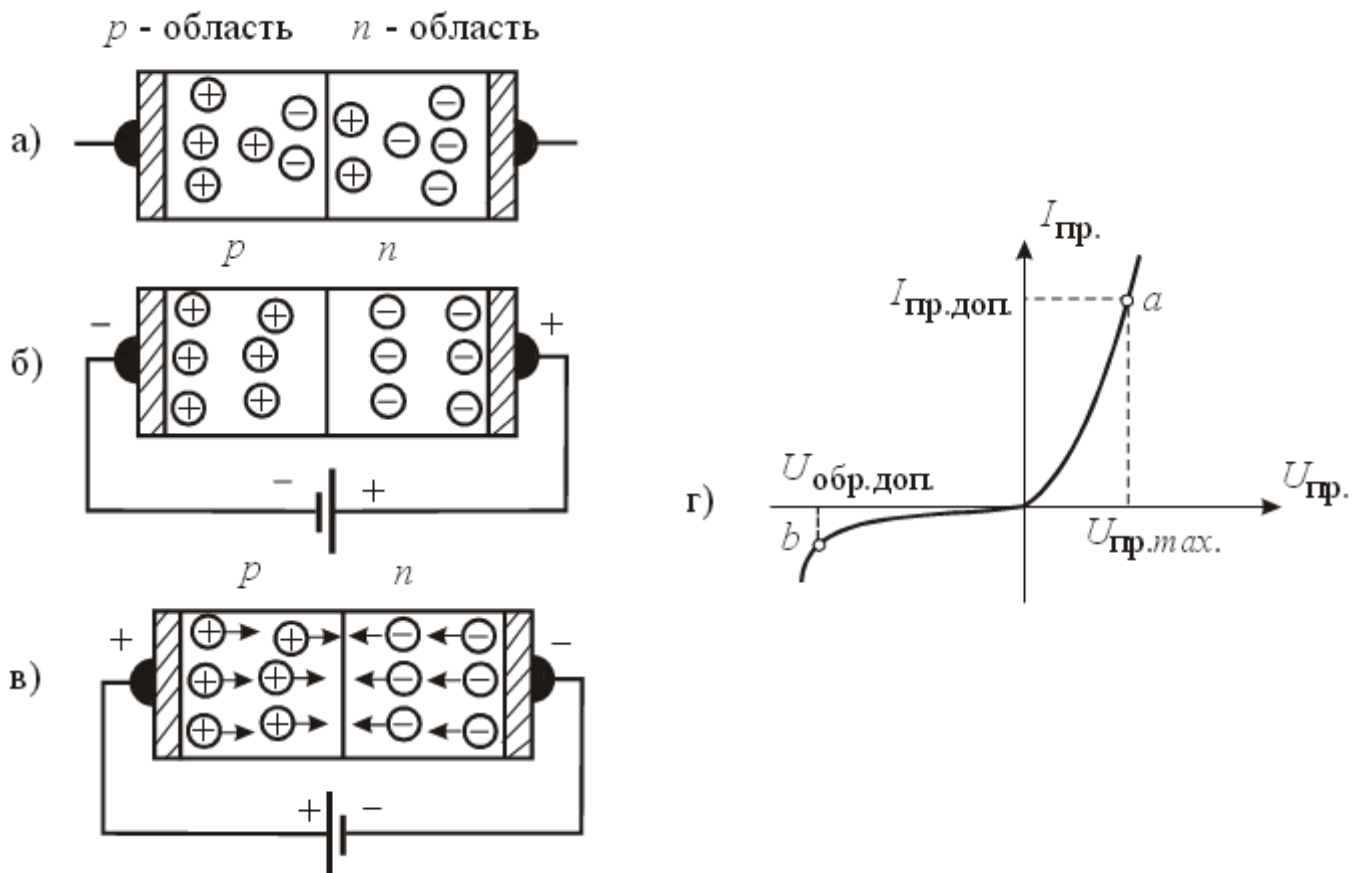

Рис.1.1. Полупроводниковые диоды и их характеристики
**Полупроводниковый диод** представляет собой монокристалл, в котором созданы области различной проводимости: **дырочной** (р-типа) и **электронной** (n-типа). Граница между этими областями называется **р-n переходом** (рис. 1.1.а). Если к кристаллу приложить напряжение так, чтобы к р-области был приложен отрицательный потенциал, а к n-области — положительный, то носители, притягиваясь к разноименным полюсам, создадут около р-n-перехода область, лишенную носителей.
Эта область как бы разрывает цепь, и ток в этой цепи отсутствует. Такая полярность напряжения называется **запирающей** или **обратной** и соответствует закрытому состоянию диода (рис.1.1.б).
друг другу, и происходит переход (инжекция) носителей в «чужую» область. Такая полярность напряжения называется **прямой** или **отпирающей** и соответствует открытому диоду (рис.1.1.в). Типичная вольт-амперная характеристика (ВАХ) полупроводникового диода изображена на рис. 1.1.г. Здесь ветвь 0a соответствует проводящему (прямому) направлению, а ветвь 0b — непроводящему (обратному). В прямом направлении диод характеризуют допустимым током  $I_{пр.доп.}$  и соответствующим ему падением напряжения на диоде  $U_{пр.мах}$ .